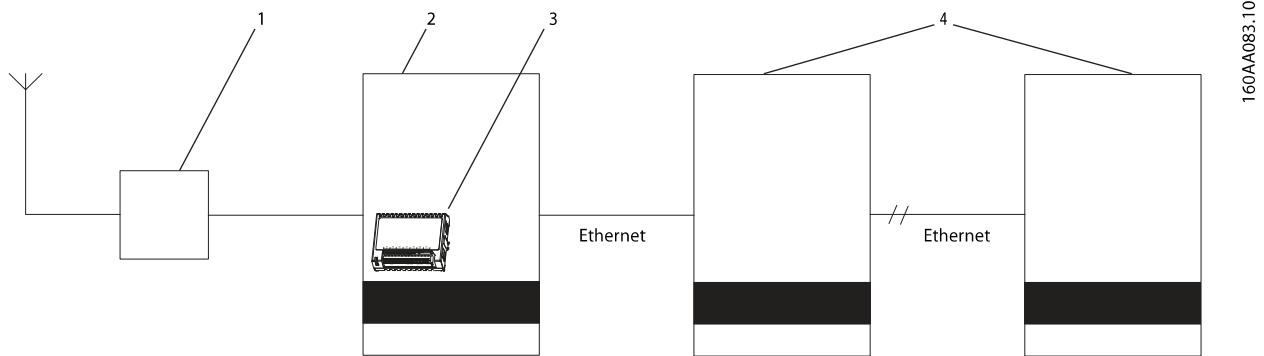

Abbildung 1.1 Einweisung für eine Solarstromanlage
4. Schließen Sie die Kabel an die PLA-Option (S1 bis S6) an. Siehe *Abbildung 1.1*.